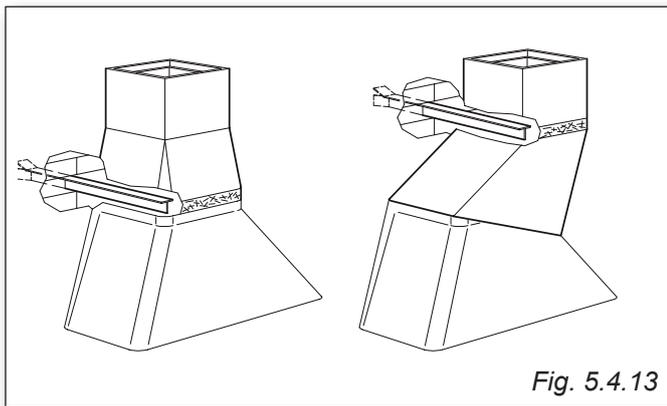

Fig. 5.4.13
5.4.10 Installazione raccordi camino (fig. 5.4.13)